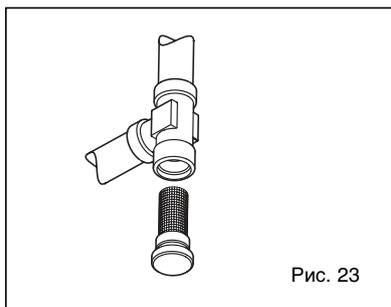

Рис. 23
**4.4.2 Очистка фильтрующей системы "Aqua Guard Filter System" (рис. 23)**
**4.4.3 Функция сушки стяжки (рис. 23/a)**